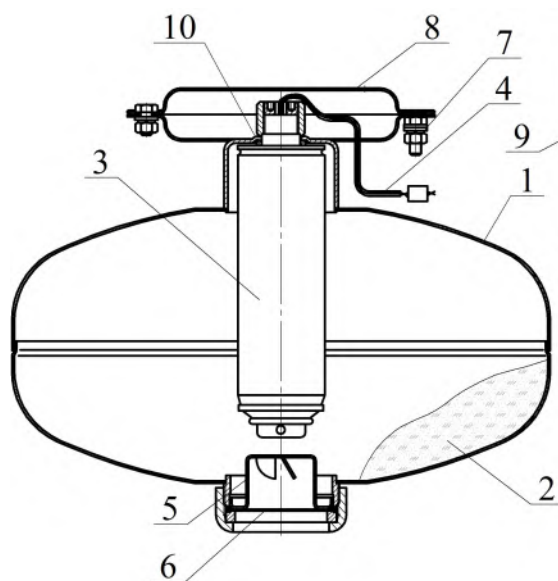
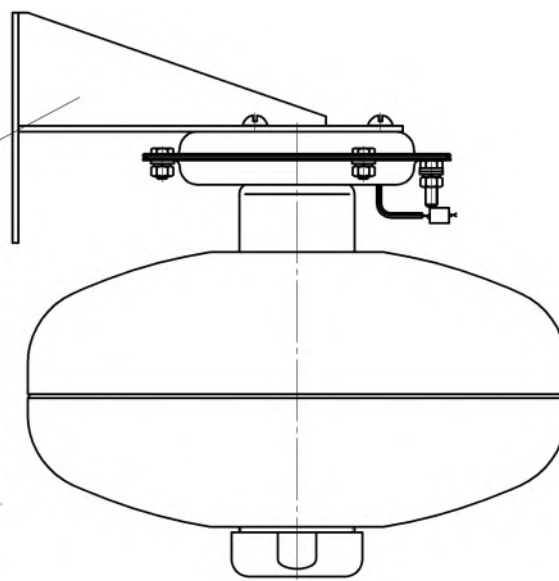

Рисунок 1
Рисунок 2
дуль имеет заземляющий зажим 7. В верхней части МПП снабжён кронштейном 8 для крепления к потолочному перекрытию (рисунок 1) или кронштейном 9 для крепления к стене (рисунок 2).
6.2 Закрепить кронштейн 8 (см. рисунок 1) на потолке или кронштейн 9 (см. рисунок 2) на стене. Координаты отверстий в кронштейне, предназначенном для крепления МПП на потолке, приведены на рисунке 4а), на стене – на рисунке 4б).